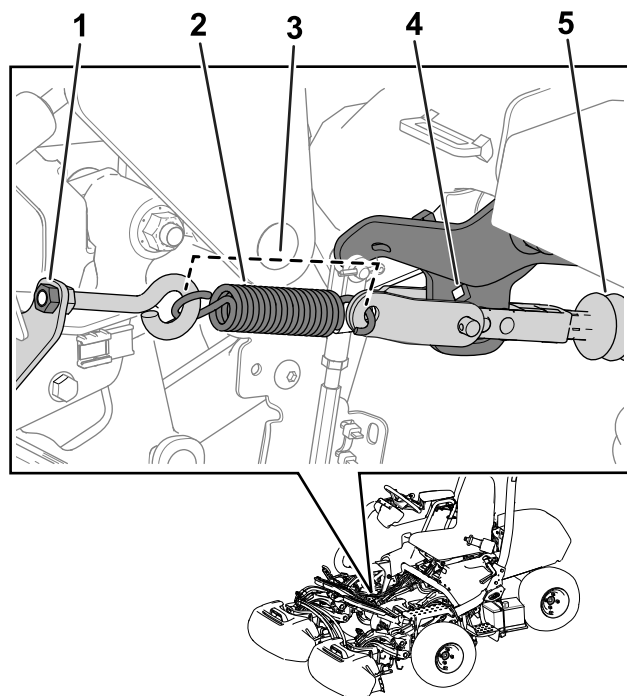

图 33
注意 请参阅图 33 了解此程序。
3. 安装时拧紧环眼螺栓螺母使弹簧长度为 11.4cm 准备好进行操作图 33。